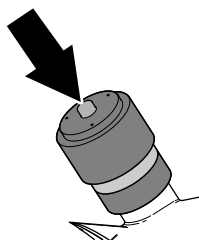

Рисунок 122
- Если на индикаторе обслуживания отображается красная полоса, нажмите кнопку сброса на конце индикатора (Рисунок 122).